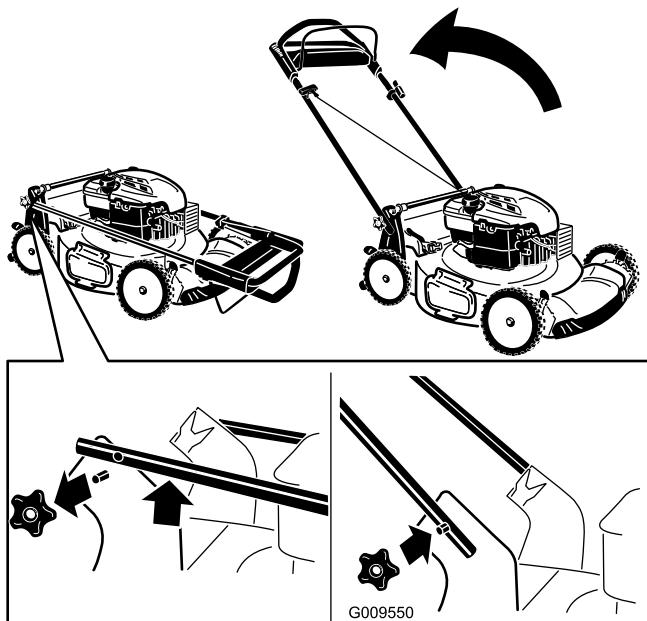

Figure 4
3. Montez et serrez les boutons du guidon retirés à l'opération 1 (Figure 4).
1. Retirez les boutons du guidon de la machine (Figure 4).